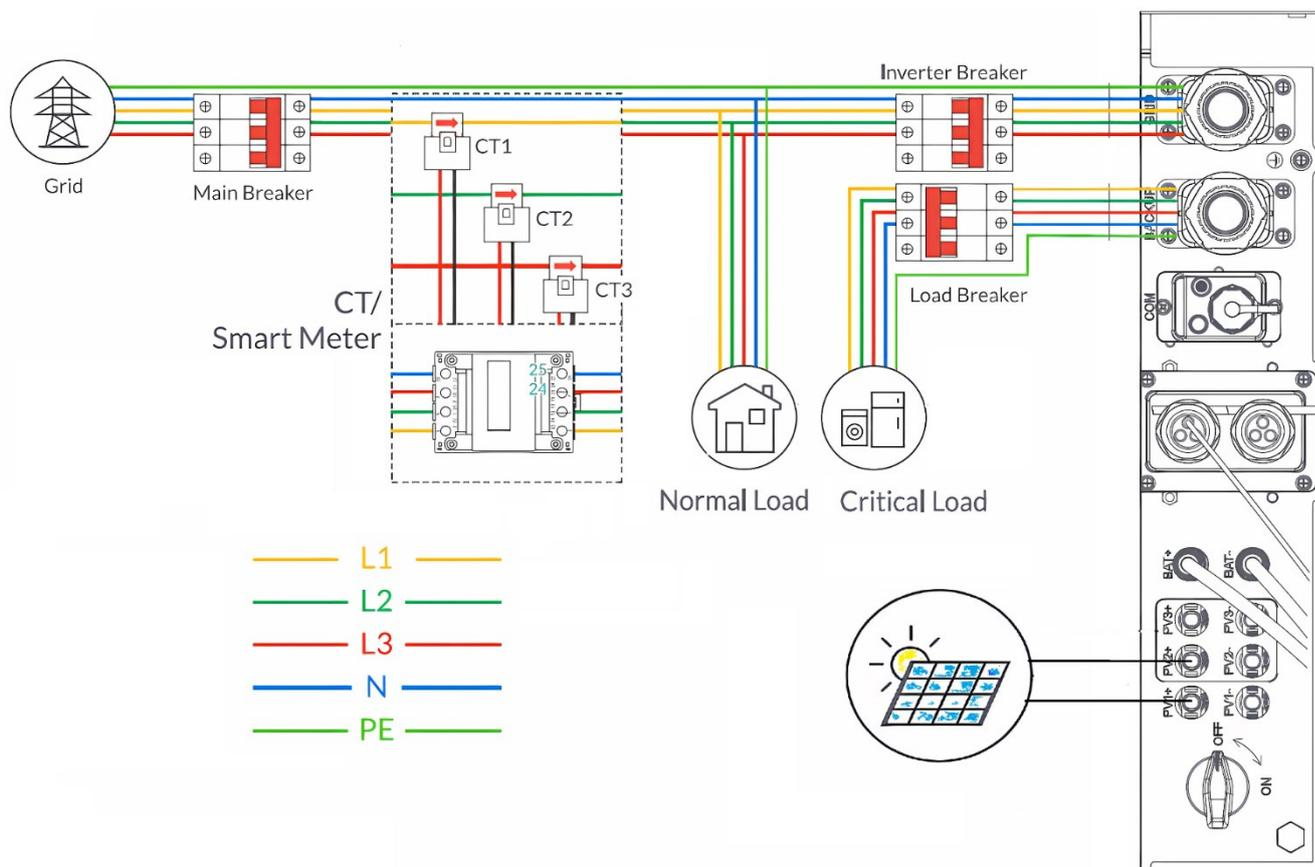

Abbildung 17: Schaltbild Hausnetz Standard
Das Grund-Schaltbild ist in Abbildung 17 gezeigt. Die Sicherungen an den Wechselrichteranschlüssen sollten einen Auslösestrom von mindestens 32 A haben, als Kabelquerschnitt sind mindestens 6 mm² zu verwenden. In den Strängen zu den Verbrauchern (Normal Load und Critical Load) sind die üblichen FI-Schalter zum Personenschutz (30 mA) und die Sicherungen der Einzelstromkreise vorzusehen. Wird direkt am Netzanschluss des Wechselrichters noch ein FI installiert, wird ein Typ A mit einem Auslösestrom von mindestens 100 mA empfohlen.
- Der Neutralleiter für am Backup angeschlossenen Stromkreise muss vollständig getrennt vom Neutralleiter auf der Grid-Seite ausgeführt werden. Es darf keine Verbindung am Wechselrichter vorbei geben, s. Abbildung 17
Für das Energiemanagement der PV-Anlage wird ein Sensor benötigt, der am Netzverknüpfungspunkt die Einspeisung und den Bezug misst (s. Abbildung 17). Hierfür werden entweder die Klappwandler (CTs) im Lieferumfang **oder** ein dreiphasiges Smart Meter DTSU666 5(80)A (separat zu beziehen) verwendet. Wird die optionale Switchbox verwendet, ist das Smart Meter in dieser bereits integriert.
- Messrichtung und Klemmenbelegung (s. auch Abbildung 17)